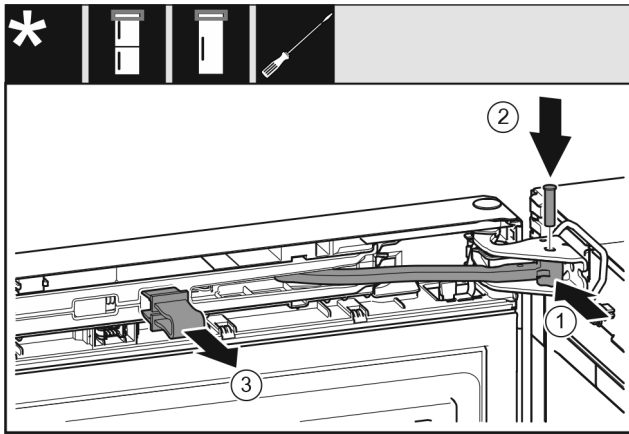

Fig. 24
- ▶ Поверните шарнир в опорном кронштейне. Fig. 24 (1)
- ▶ Вставьте палец в опорный кронштейн и шарнир. При этом следите за тем, чтобы выступ фиксатора занимал правильное положение в пазу. Fig. 24 (2)
- ▶ Снимите предохранитель. Fig. 24 (3)